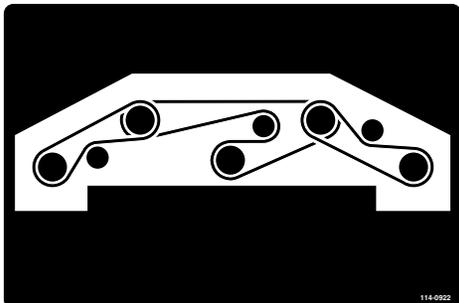

Рисунок 116
8. Обведите новый ремень вокруг шкивов шпинделей и узла натяжного ролика (Рисунок 116).